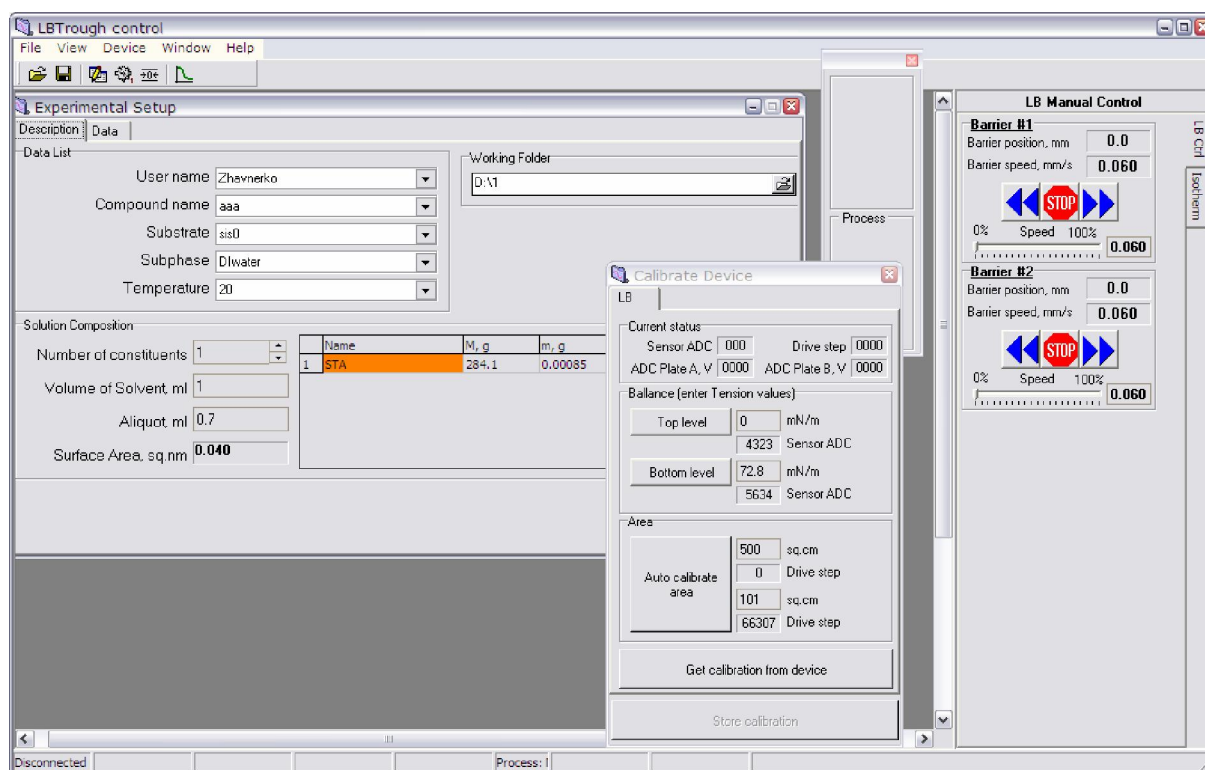
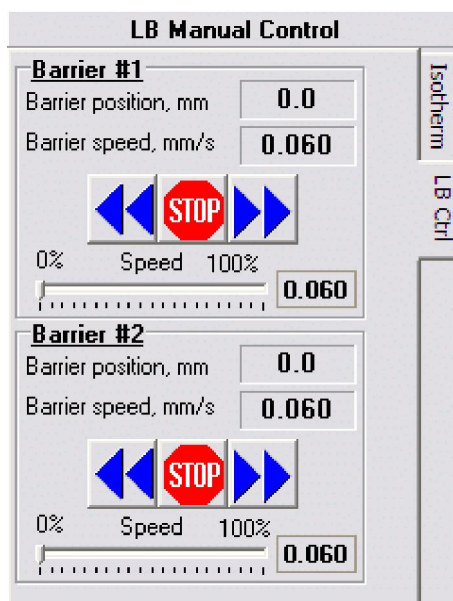

Рис. 4.1 – Основные управляющие окна программы управления работой установки LT-2211.
Рис. 4.2 – Панель "LB Manual Control"
3. При нажатии клавиши "Top level" в окне "Calibrate device" (Рис. 4.1) программа запоминает вес смоченной пластинки и присваивает ей нулевое значение.
В окне "LB Manual Control" (рис. 4.2) после этого появляется значение Surface Tension, равное 72.8 мН/м, а в окне отражения состояния системы SP (Surface Pressure, рис. 4.1) отображается значение 0, означающее, что поверхностное натяжение
После нажатия клавиши "Store Calibration" в окне "Calibrate Device", рис. 4.1, программа передает для запоминания присвоенные значения электронному блоку.
Перед нанесением рабочего раствора на водную поверхность в ручном режиме следует тщательно очистить рабочую площадь поверхности. Для этого клавишами управления движения барьерами в окне "LB Manual Control" (рис. 4.2) следует поджать барьеры до минимальной рабочей площади и очистить поверхность с помощью водоструйного насоса, затем отогнуть барьеры в положение максимальной рабочей площади и откалибровать датчик поверхностного натяжения согласно п. 4.1.
После нанесения на водную поверхность заданного количества вещества заполняется раздел "Data" в "Experimental Setup" окне (рис. 4.1), куда заносится имя пользователя, имя (сокращенное) вещества, тип (природа) подложки, состав субфазы, температура. Также указывается число соединений в растворе, объем растворителя, молекулярная масса вещества, масса навески и объем пробы, наносимый на водную поверхность. При правильном заполнении таблиц в окне "Surface Area" высвечивается значение максимальной площади, приходящейся на молекулу в данном эксперименте.